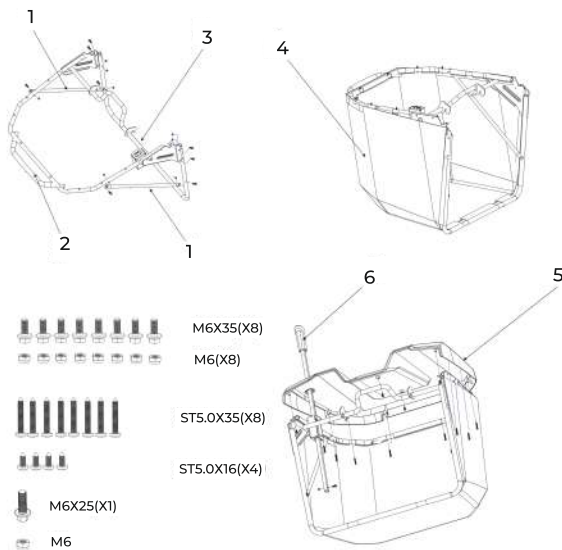

Рис. 5
### 6.4. Сборка травосборника (рис. 5)
- Установите передний кронштейн (рис. 5, поз 3) на верхнюю раму (рис. 5, поз 2), используя 4 болта (M6x35) и 4 гайки (M6).
- Установите 2 боковые стойки (рис. 5, поз 1) на верхнюю раму (рис. 5, поз 2) и передний кронштейн (3), используя 4 болта (M6x35) и гайку (M6).
- Установите мешок для травы (рис. 5, поз 4) на компонент рамы.
- Установите крышку травосборника (рис. 5, поз 5) на компонент рамы, используя 8 винтов (ST5.0X35) и 4 винта (ST5.0X16).
- Вставьте переворачивающий рычаг (рис. 5, поз 6) в крышку травосборника и установите гайку (M6) и болт (M6x25).